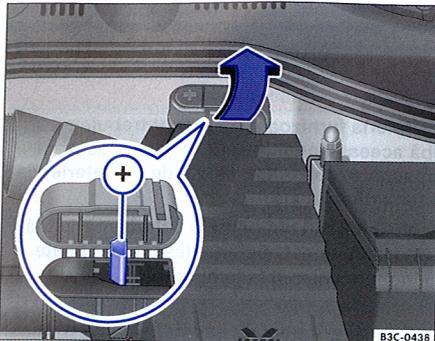

Fig. 252 În compartimentul motor: punctul de cuplare pentru pornirea asistată +.
• Deschideți în lateral capacul bateriei ⇒ pagina 315, respectiv clapeta bornei plus¹⁾ din compartimentul motor, în sensul săgeții ⇒ fig. 252.
• Conectați un capăt al cablului roșu la borna plus ⇒ fig. 253 +, respectiv ⇒ fig. 252 + a autovehiculului cu bateria descărcată ① ⇒ ▲.
• Conectați celălalt capăt al cablului pentru pornirea asistată roșu la borna plus + a autovehiculului furnizor de curent ②.